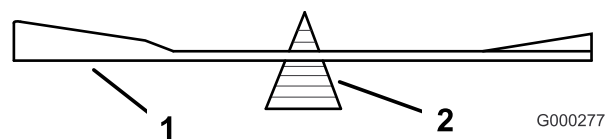
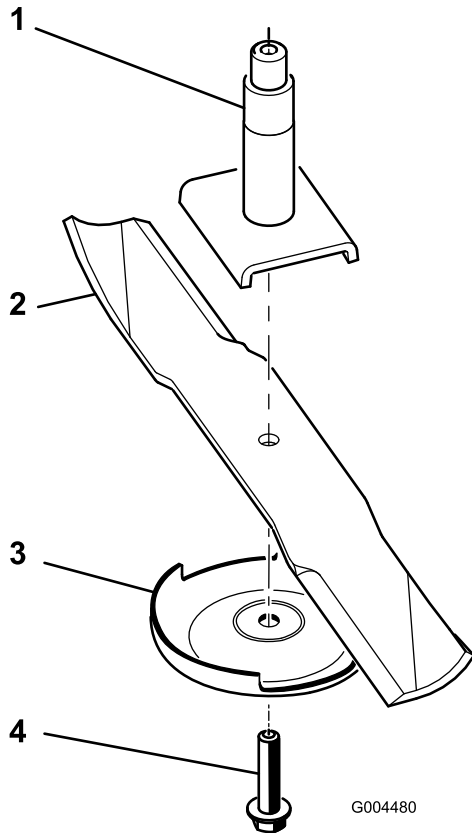

Figure 22
Figure 23
2. Enlevez le boulon, la plaque anti-scalp et la lame de l'axe de pivot (Figure 23).
2. Vérifiez l'équilibre de la lame en la plaçant sur un équilibreur (Figure 22). Si la lame reste horizontale, elle est équilibrée et peut être utilisée. Si la lame est déséquilibrée, limez un peu l'extrémité de la partie relevée seulement (Figure 23). Répétez la procédure jusqu'à ce que la lame soit équilibrée.
1. Placez la lame sur l'axe (Figure 23).
- Montez la plaque anti-scalp et le boulon de lame (Figure 23).